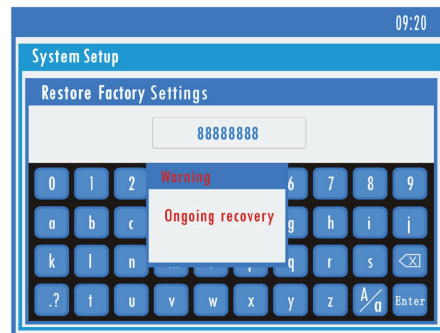

Fig 5-23 Recupero attuale
- Passaggi: Accedere alla configurazione del sistema, selezionare la configurazione predefinita, quindi inserire la password, fare clic su **Invio** nell'angolo in basso a destra e il sistema avvierà la configurazione predefinita (**Fig 5-23**). Subito dopo, il sistema tornerà alla configurazione del sistema.